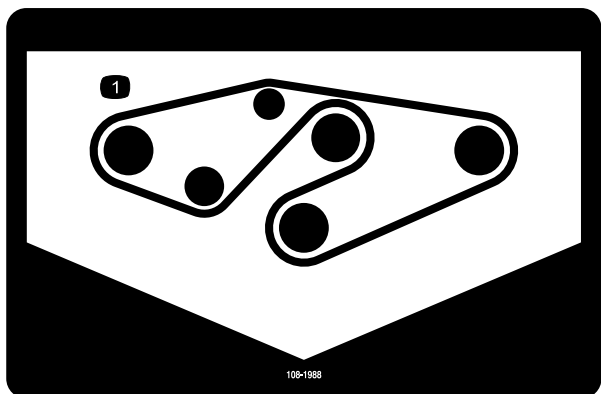

図 35
4. 図のように、スピンドルプーリとアイドラプーリに新しいベルトを回しかける 図 35。